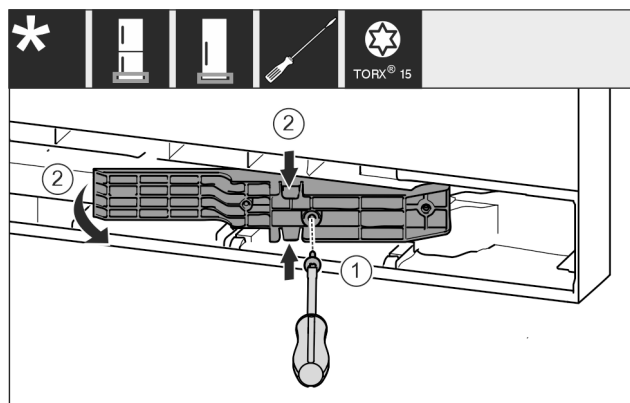

Fig. 8 *
- ▶ Allentare le viti con il cacciavite T15. Fig. 8 (1)*
- ▶ Estrarre l'adattatore. Fig. 8 (2)*